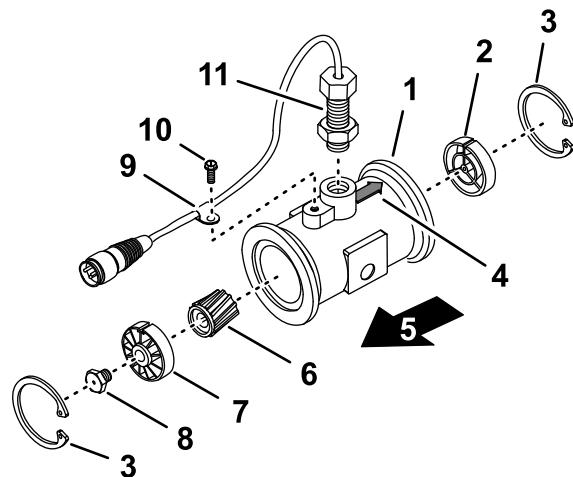

Bild 108
3. Entfernen Sie den Halterung an der vorgeschalteten Seite (Bild 108).